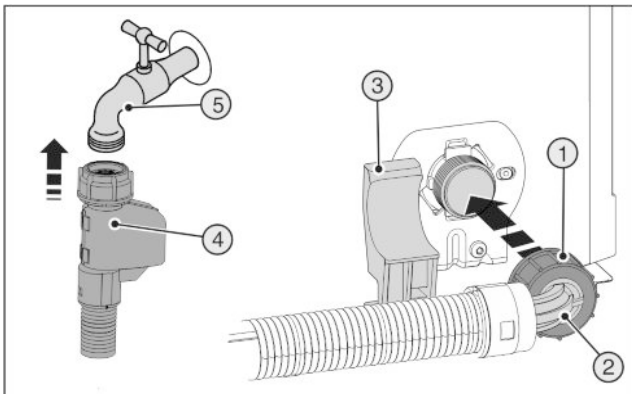

Fig. 21
- ▶ Raccorder l'extrémité droite du tuyau Fig. 21 (4) au robinet d'arrêt. Fig. 21 (5)